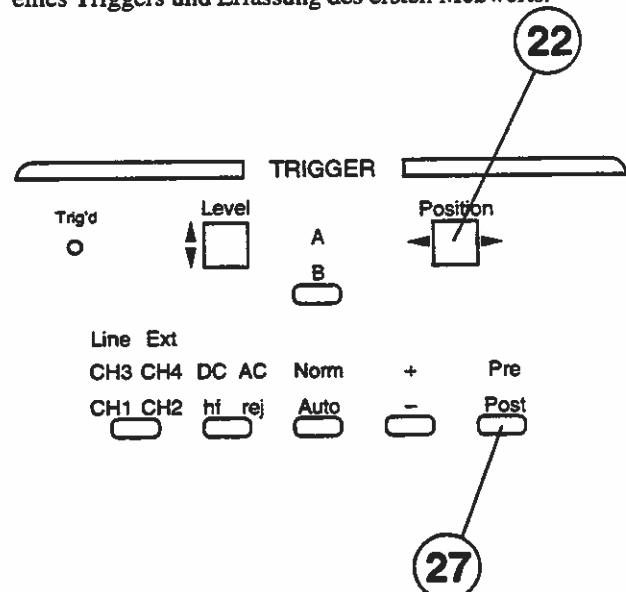

Abb. 1.9a Einstellung der Triggerverzögerung
Die Position der erfaßten Daten vor, nach oder verzögert vom Triggerpunkt wird mit Taste (22) eingestellt, s. Abb. 1.9a. Die Verzögerung oder der Pretrigger werden beim Drücken dieser Taste am Bildschirmunterrand angezeigt.